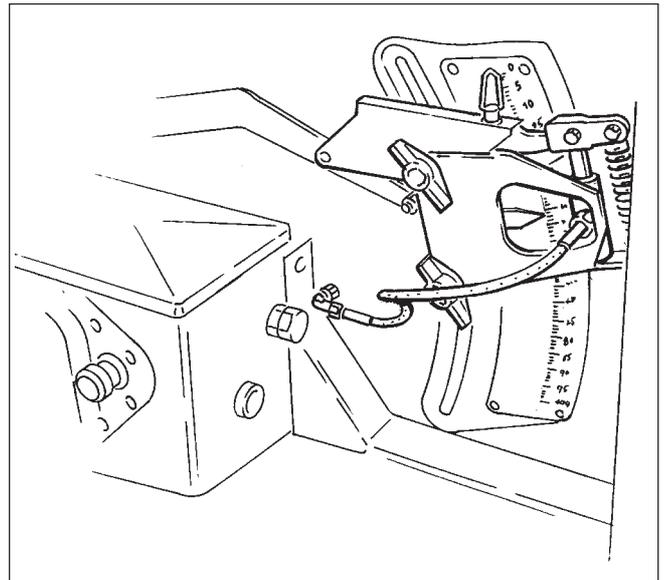
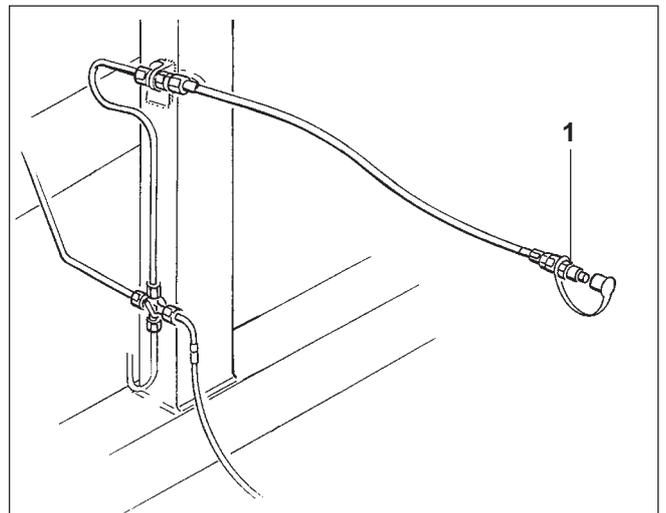
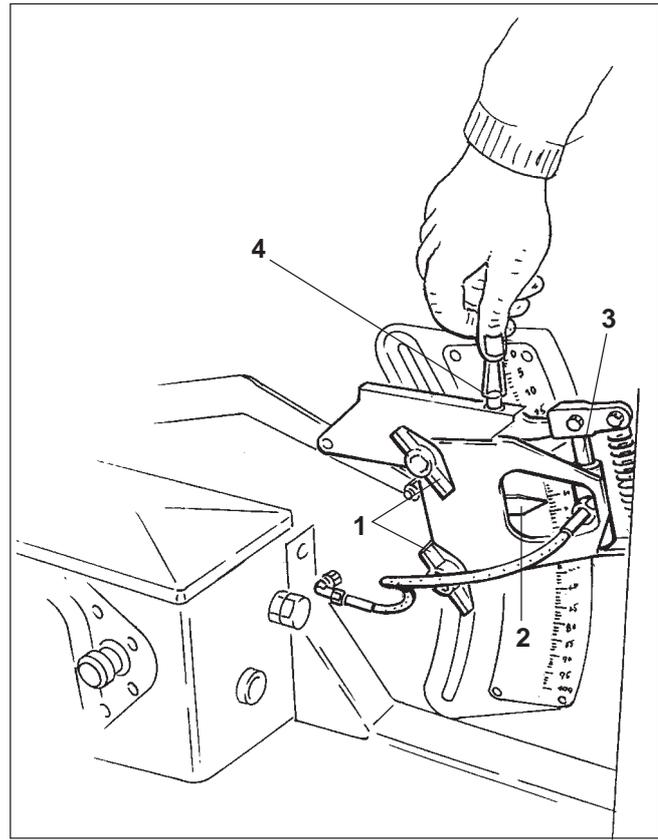

Fig. 31.1
Fig. 31.2
Fig. 31.3
Auf Feldern mit stark wechselnden Böden kann mit Hilfe der hydraulisch betätigten Saatmengenfernverstellung (Fig. 31.1) an Stellen mit schwererem Boden eine erhöhte Aussaatmenge ausgebracht werden. Die Saatmengenfernverstellung wird mit einem einfach wirkenden Steuerventil in der Schlepperkabine bedient.
Bei Lieferung ist der Verstellmechanismus (Fig. 31.1) am Getriebeeinstellhebel montiert und der Hydraulikzylinder (Fig. 31.3/3) an der Anschlußeinheit II (Fig. 31.2/1), mit der Ihre Drillmaschine ebenfalls ausgerüstet ist, angeschlossen. Schließen Sie die Anschlußeinheit II am Schlepper an ein einfach wirkendes Steuerventil an.
- Hydraulikzylinder (Fig. 31.3/3) drucklos machen
- Beide Sterngriffe (Fig. 31.3/1) lösen
- Getriebestellhebel (Fig. 31.3/2) von unten in die Getriebestellung schieben
- Beide Sterngriffe (Fig. 31.3/1) festziehen.
- Hydraulikzylinder (Fig. 31.3/3) mit dem Steuerventil aus der Schlepperkabine mit Druck beaufschlagen
- Einstellschraube (Fig. 31.3/4) so weit in das Gewinde hineindrehen, bis der Zeiger (Fig. 31.3/2) des Getriebestellhebels die gewünschte höhere Getriebestellung anzeigt.
Soll der Schardruck bei Fahrten auf schwererem Boden erhöht werden, aber nicht die Aussaatmenge, ist die Einstellschraube (Fig. 31.3/4) ganz nach oben zu drehen. Die Aussaatmenge verändert sich auch beim Erhöhen des Schardruckes nicht.